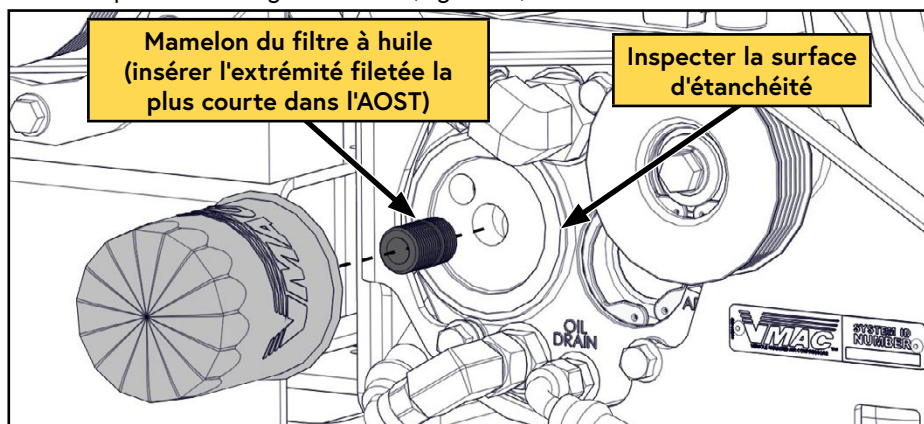

Figure 33 — Filtre à huile du compresseur
- ☐ *Si le mamelon est sorti avec le filtre à huile, retirez-le du filtre en prenant soin de ne pas endommager les filets (Figure 33).
- ☐ *Pour réinstaller le mamelon, nettoyez soigneusement les filets, appliquez du Loctite 242 (bleu) sur l'extrémité aux filets courts et remettez-le en place dans l'AOST (Figure 33).
- ☐ Nettoyez la surface d'étanchéité du joint sur l'avant de l'AOST et vérifiez qu'elle n'est pas endommagée. La surface doit être exempte de vieux résidus de joint et être lisse pour assurer une bonne étanchéité (Figure 33).